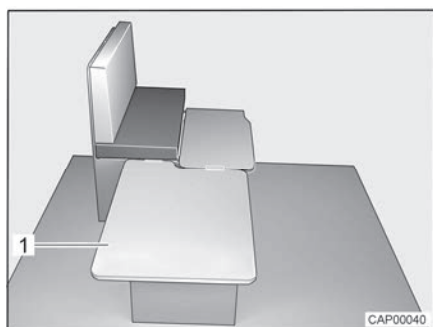

Bild 41 Under ombyggnaden
- Häng på stödplatta (Bild 41,1) sidledes på sittbänken och lägg på bordet.